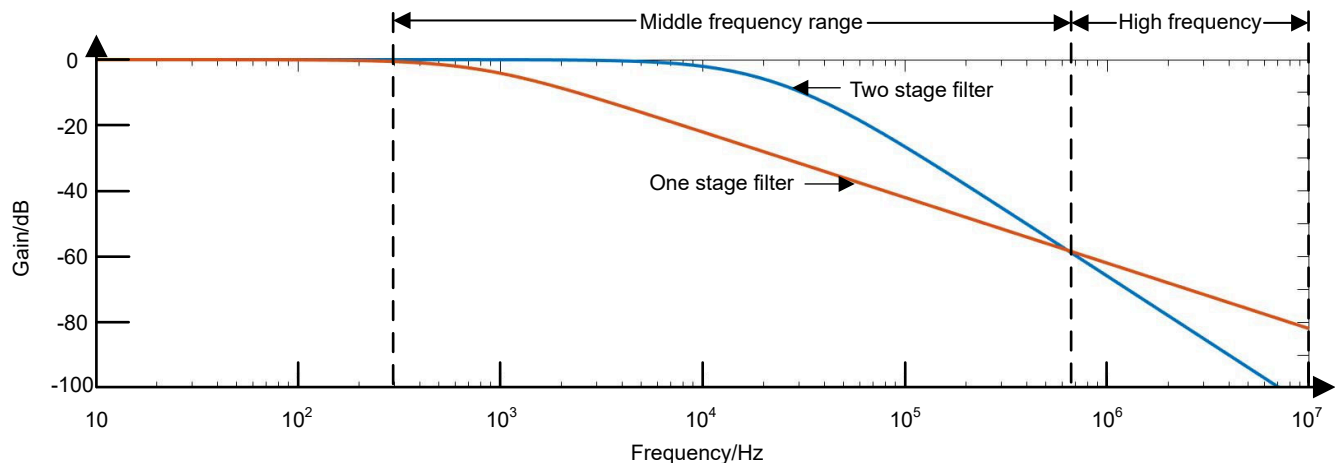

图 2-4. 使用一级 RC 滤波器和两级 RC 滤波器时的频率响应比较
- 两级滤波器可在高频下提供 -40dB/dec 增益斜率。图 2-4 显示了两级滤波器如何在高频下产生较低的增益，同时在中频范围内保持较大的增益。